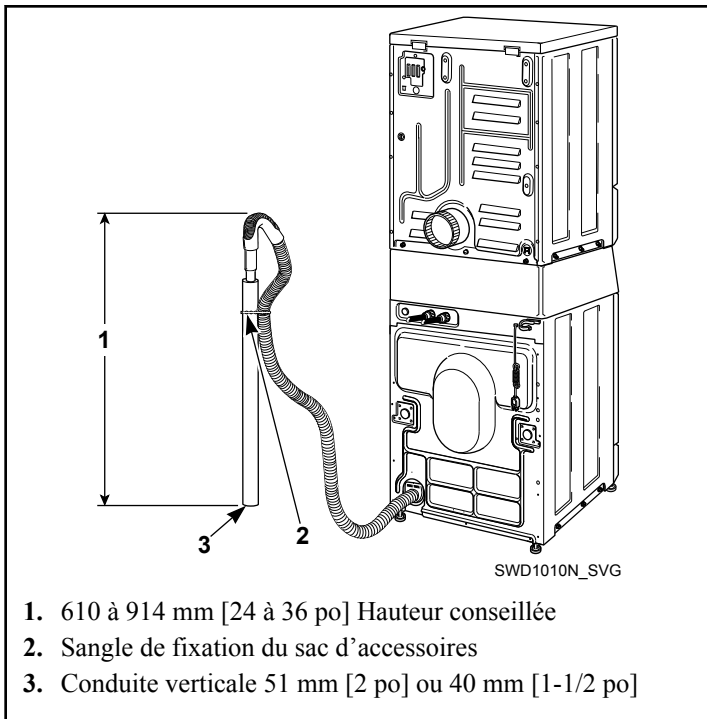

Figure 8
2. Retirer la chaînette d'arrimage du sac d'accessoires et la fixer autour de la colonne montante et du flexible de vidange. Voir la *Figure 8* .